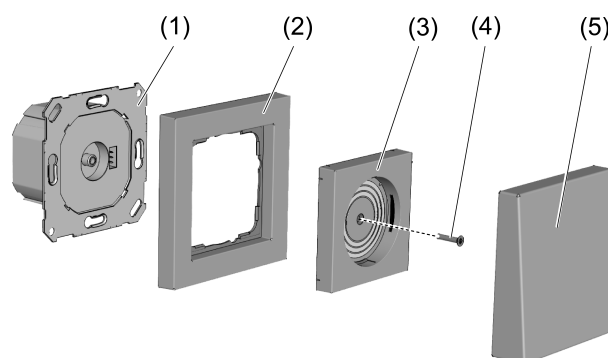

Figure 1
- Monter le cadre, l'habillage et l'applique lumineuse (Figure 1).